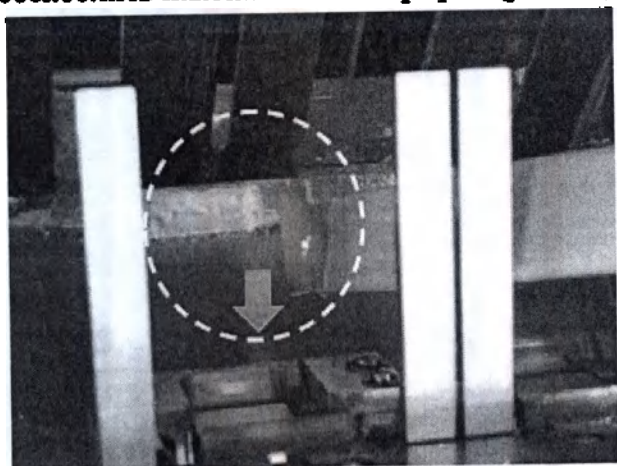

Рисунок 5P. Очистка области A и D
3. Для чистки отмеченных областей A и D, используйте меньшую головку (сторона A и сторона D) инструмента для очистки входной двери. Перемещайте инструмент горизонтально, чтобы соскоблить накопившийся парафин (рис. 5P).